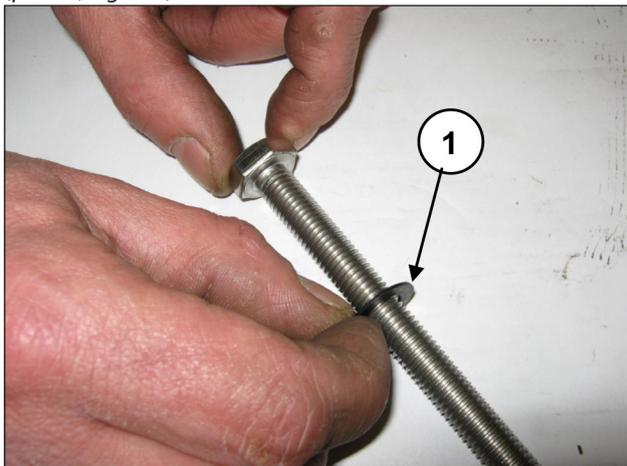

Fig. 156
Inserire la rosetta  $\varnothing 10 \times 18 \times 0.9$  nella vite fissaggio pistone (pos. ①, Fig. 156).